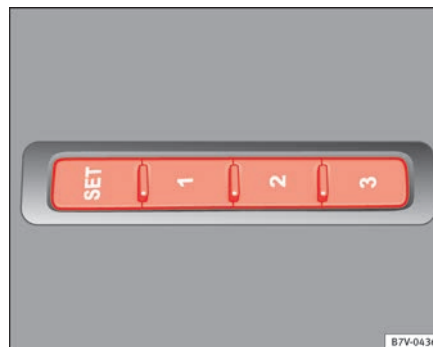

Abb. 80 Memorytasten außen am Fahrersitz.
- Taste **SET** länger als eine Sekunde drücken → Abb. 80.